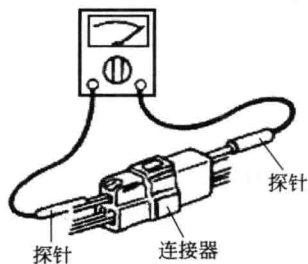

图 1-21 检查电路导通情况和接头端子电压
(10) 如图 1-21 所示，使用测试仪检查电路导通情况和接头端子电压时，把探针插到线束侧，如果插头是封闭的，把探针插到导线孔，并与端子接通，但注意不要损坏导线的绝缘层。